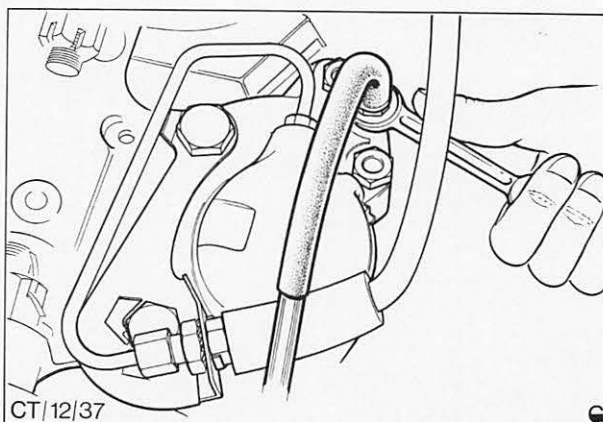

Abb. 15 Entlüftungsschraube am Bremssattel – mit aufgestecktem Entlüftungsschlauch
2. Staubkappe von Entlüftungsschraube vorn rechts entfernen und Entlüftungsschlauch aufstecken, Abb. 15.
4. Entlüftungsschraube um eine halbe Umdrehung lösen, Abb. 15, Bremspedal voll durchtreten, dann wieder loslassen. Bremsflüssigkeit bzw. Luft soll dabei in die Flasche gepumpt werden; wenn nicht, Entlüftungsschraube weiter öffnen.